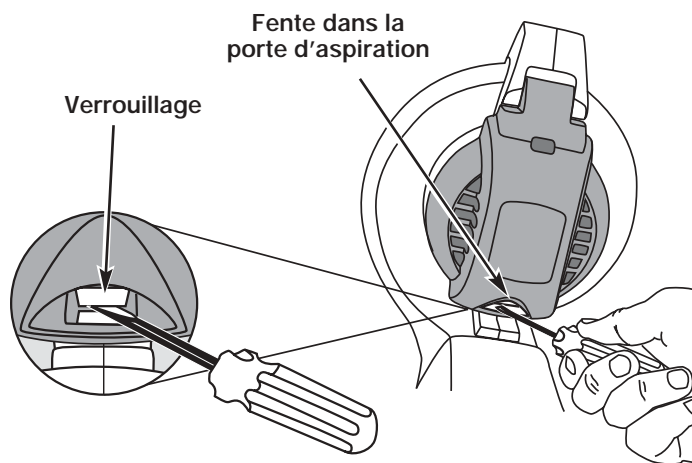

Fig. 4
- Insérez un tournevis plat dans la fente à l'extrémité inférieure de la porte de l'aspirateur. Touchez le verrouillage de la porte d'aspiration et poussez vers l'intérieur et vers le haut (Fig. 4). Tirez alors sur la porte d'aspiration et maintenez-la ouverte.